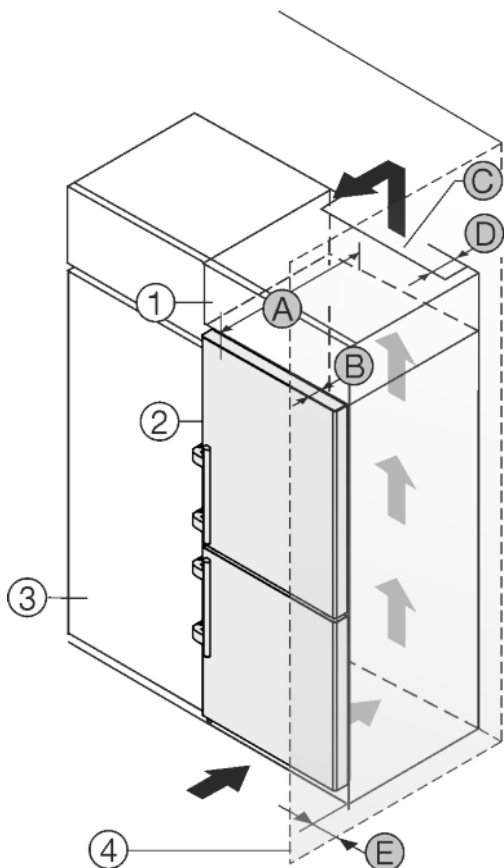

Fig. 26
Пристрій можна комбінувати з кухонними шафами. Для того, щоб пристрій Fig. 26 (2) вирівняти по висоті кухонної секції, на пристрій можна встановити антресольну секцію Fig. 26 (1).
Пристрій можна встановлювати безпосередньо поряд з кухонною шафою Fig. 26 (3). Для повного відкриття дверей пристрій повинен виступати на глибину Fig. 26 (B) відносно передньої панелі кухонної шафи. Залежно від глибини кухонних шаф та використання пристінних розпірок пристрій можна встановити так, щоб він виступав вперед.
- Задня сторона антресольної шафи повинна мати вентиляційний канал глибиною Fig. 26 (D) вздовж всієї ширини шафи.
- Під стелею приміщення слід дотримуватися поперечного перерізу вентиляційного відведення повітря Fig. 26 (C).
Якщо пристрій з шарнірами встановлюється поряд зі стінкою Fig. 26 (4), то між пристроєм та стінкою слід додержуватися відстані Fig. 26 (E). Це відповідає виступу ручки при відкритих дверцятах.